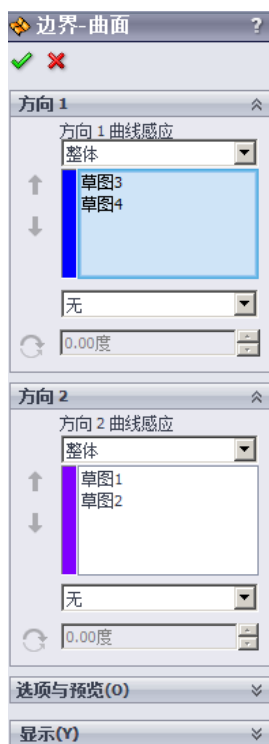

图 5.3.25 “边界-曲面”对话框
Step2. 选择命令。选择下拉菜单 **插入(I)** → **曲面(S)** →  **边界曲面(B)...** 命令，系统弹出图 5.3.25 所示的“边界-曲面”对话框。